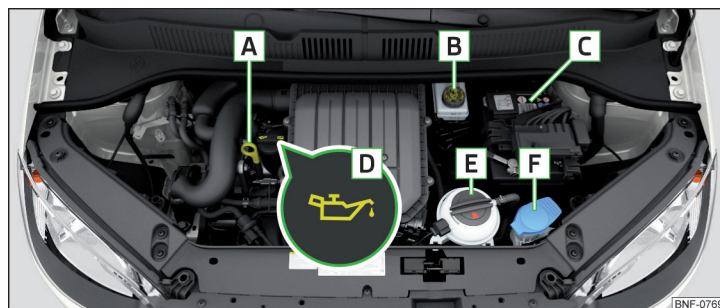

Bild 137 Placerings exempel i motorrummet
- Skruva av locket till påfyllningsöppningen för motorolja **D** » bild 137 på sidan 119.